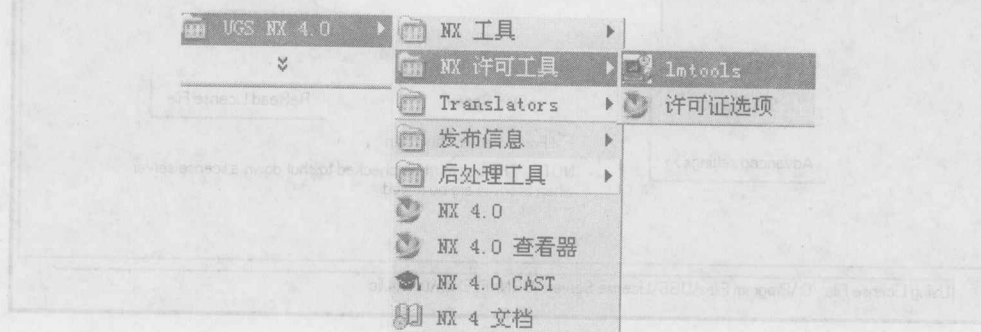

图 1-19 启动 lmtools
(11) 如图 1-19 所示，执行“开始—程序—UGS NX 4.0—NX 许可工具—lmtools”。